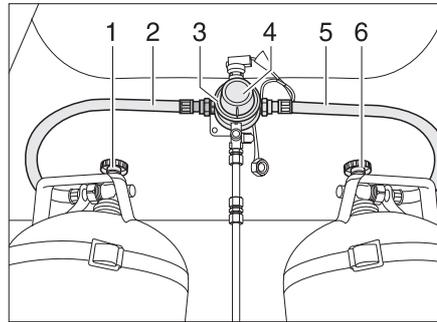
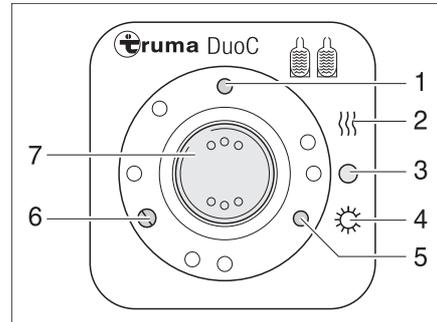

Bild 172 DuoControl-Umschaltanlage
Bild 173 Bedieneinheit
Die DuoControl-Umschaltanlage besteht aus einem Umschaltventil (Bild 172,3) und der Bedieneinheit (Bild 173). Das Umschaltventil ist zwischen den Gasschläuchen (Bild 172,2 und 5) montiert. Mit dem Drehknopf (Bild 172,4) am Umschaltventil kann bestimmt werden, welche der Gasflaschen als Betriebsflasche und welche Gasflasche als Reserveflasche verwendet wird.
An der Bedieneinheit (Bild 173) können nur die elektrischen Funktionen geschaltet werden. Die Haupt-Absperrventile der Gasflaschen (Bild 172,1 und 6) müssen von Hand geöffnet werden.
Das Umschaltventil gewährleistet einen konstanten Gasdruck, unabhängig davon, welche Gasflasche Gas liefert. Die zwei Kontroll-Leuchten an der Bedieneinheit zeigen den Füllstand der Betriebsflasche an. Wenn die grüne Kontroll-Leuchte (Bild 173,6) leuchtet, ist die Betriebsflasche voll. Wenn die rote Kontroll-Leuchte (Bild 173,5) leuchtet, ist die Betriebsflasche leer. Die Gasversorgung erfolgt dann über die Reserveflasche.
- Die Haupt-Absperrventile an den Gasflaschen (Bild 172,1 und 6) öffnen.
- Mit dem Drehknopf (Bild 172,4) am Umschaltventil (Bild 172,3) die Gasflasche wählen, der vorrangig das Gas entnommen werden soll (Betriebsflasche). Den Drehknopf immer bis zum Anschlag drehen.
- An der Bedieneinheit (Bild 173) die DuoControl-Umschaltanlage einschalten. Dazu den Wippschalter (Bild 173,7) auf Winterbetrieb "Ein und Heizen" (Bild 173,2) oder auf Sommerbetrieb "Ein" (Bild 173,4) stellen. Das Umschaltventil ist jetzt entlüftet. Die gelbe Kontroll-Leuchte (Bild 173,1) leuchtet, wenn Winterbetrieb gewählt wird und die Regler-Enteisungsanlage eingeschaltet ist.
- Den Wippschalter (Bild 173,7) auf "O" (Bild 173,3) stellen. Die gelbe Kontroll-Leuchte (Bild 173,1) erlischt.
- Die Haupt-Absperrventile an den Gasflaschen (Bild 172,1 und 6) schließen.
Die Kontroll-Leuchten an der Bedieneinheit (Bild 173,5 und 6) signalisieren im Fahrzeuginneren, ob die Betriebsflasche betriebsbereit ist.
Wenn die grüne Kontroll-Leuchte (Bild 173,6) während des Betriebs erlischt und die rote Kontroll-Leuchte (Bild 173,5) aufleuchtet, ist die als Betriebsflasche gewählte Gasflasche leer und muss gewechselt werden. Die Reserveflasche versorgt die Gasverbraucher weiterhin mit Gas.